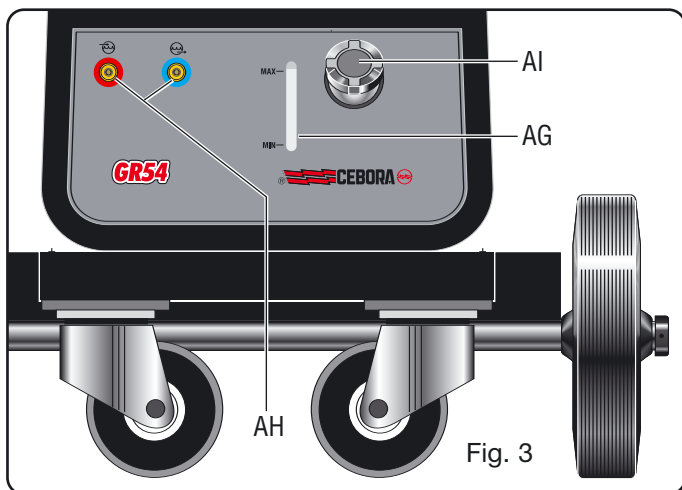

Fig. 3
3.5.1.5 Descripción del grupo de enfriamiento por Art. 341 (Fig. 3)